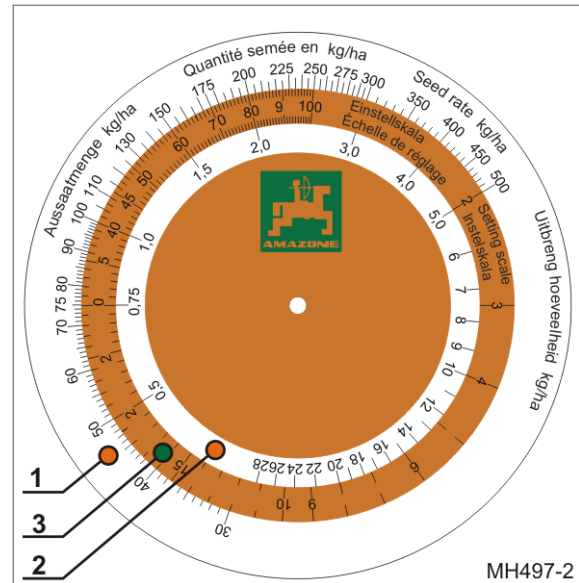

Bild 70
- en yttre vit skala (Bild 70/1) för alla utsädesmängder över 30 kg/ha
- en inre vit skala (Bild 70/2) för alla utsädesmängder under 30 kg/ha
- en färgskala (Bild 70/3) med alla växellägen från 1 till 100.
Räkneskivan (Bild 70) är inte nödvändig vid elektroniskt reglerad inställning av utsädesmängden.